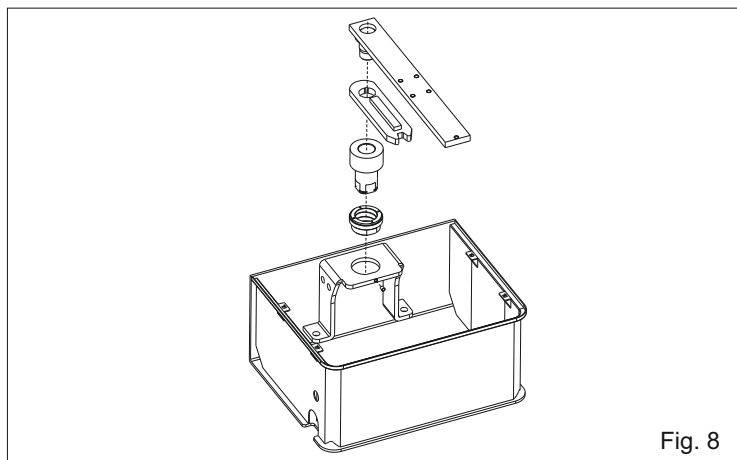

Fig. 8
2.4. Introducir el eje de la cancela en la caja y fijarla con el tornillo especial (Fig. 8).
2.5. Insertar los conjuntos (Fig. 8)